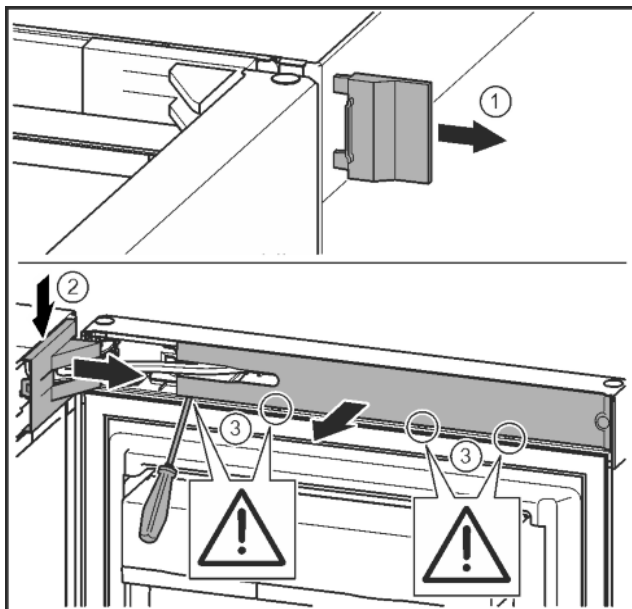

Fig. 7
- Зніміть зовнішню кришку. Fig. 7 (1)
- Звільніть і ослабте кришку опорного кронштейна. Зніміть кришку опорного кронштейна. Fig. 7 (2)
- За допомогою шліцевої викрутки звільніть від фіксатора та поверніть убік накладку. Fig. 7 (3)